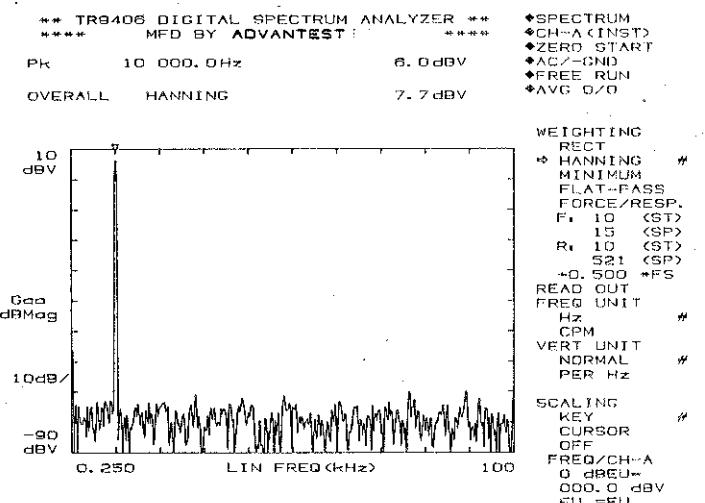

図 7-33 騒音計の CAL. 信号
- ② 騒音計のキャリブレーション信号に応じた周波数レンジを設定します。
- ③ 「VIEW」セクションの  SPECTRUM オンスイッチを押して、CH-A のスペクトラムを表示させます。[図 7-33] 参照